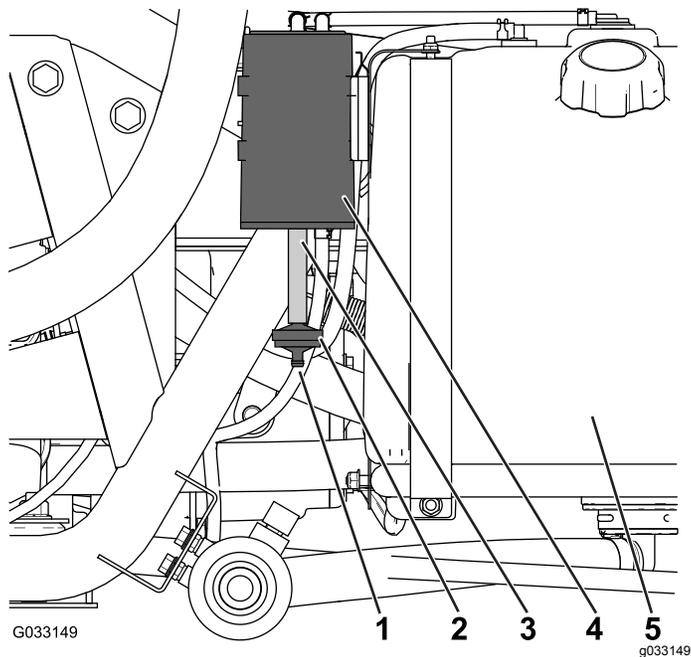

图47
检查碳罐空气过滤器底部的开口确保开口清洁且没有任何杂物和障碍图47。
1. 从碳罐底部的软管拆下碳罐过滤器的宝塔接头然后取出过滤器图47。